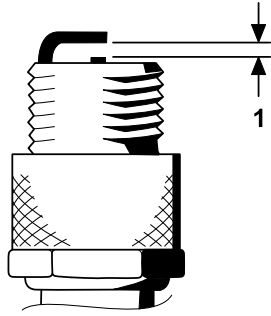

Figura 29
4. Ajuste la distancia entre los electrodos central y lateral a 0.76 mm (0.030"), como se muestra en la Figura 29.